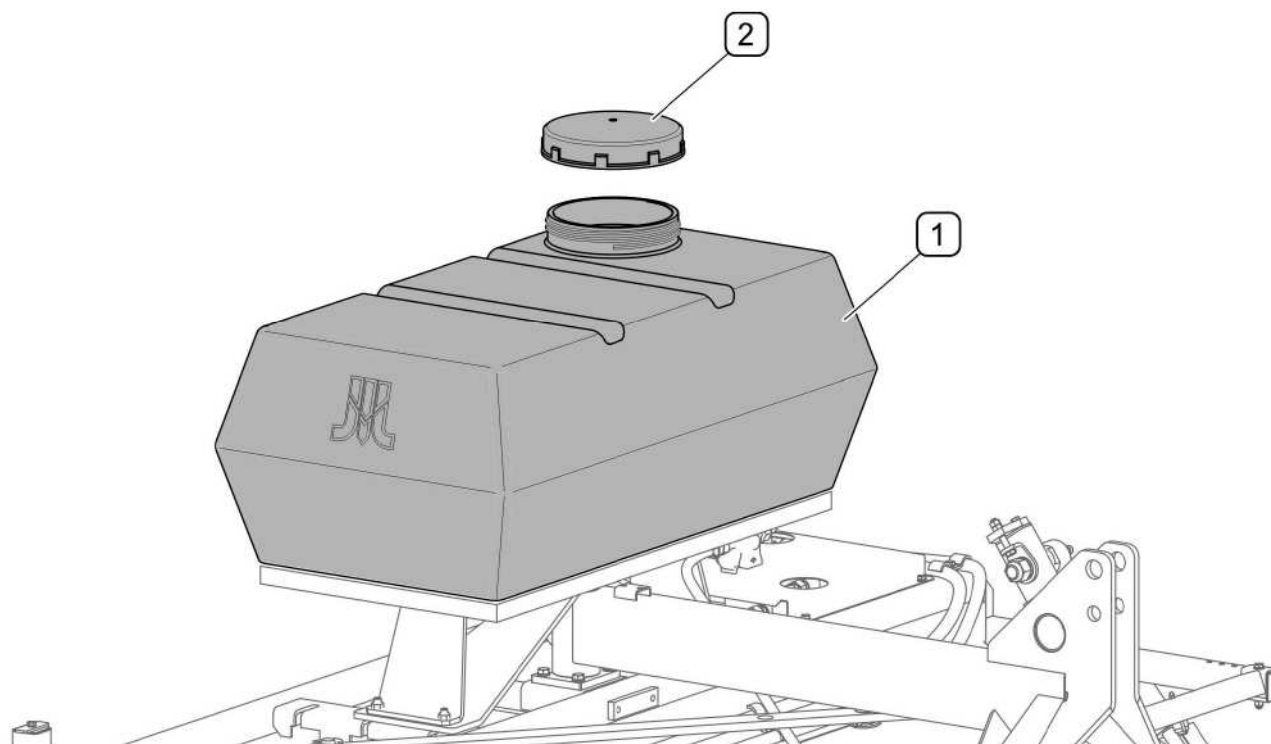

РИСУНОК 4.3 Бак для воды
Наполнение бака для воды (1) осуществляется через заливное отверстие с пробкой (2) и воздухоотводом (РИСУНОК 4.3). Бак вмещает 200 литров воды.